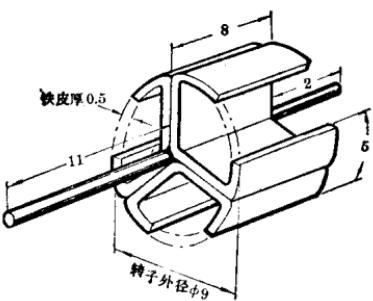

图 1-7
2. 电动机转子。制作时请参看图 1-7。
转子铁芯用 0.5 毫米厚的铁片按图 1-7 所示尺寸弯制；
轴孔，焊牢，并按图 1-7 所示尺寸把两头截去。用缝衣针作微型电机的轴有一个突出的优点，那就是它十分光滑圆整，旋转时阻力很小，转动十分灵活。